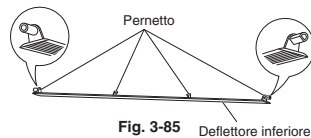
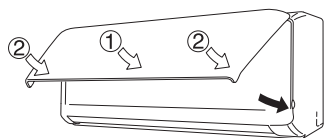

Fig. 3-85
Fig. 3-88
- (5) Reinstallare il deflettore inferiore. (Poiché la forma dell'innesto di destra differisce da quello di sinistra l'orientamento del deflettore è obbligato. (Fig. 3-85))
- (6) Inserire la parte superiore del filtro antimuffa nell'unità interna e agganciarla alle apposite sporgenze.
- (7) Per chiudere il pannello anteriore se ne deve prima premere la parte centrale e quindi gli angoli inferiori destro e sinistro sino a udirne lo scatto in posizione. (Fig. 3-88)